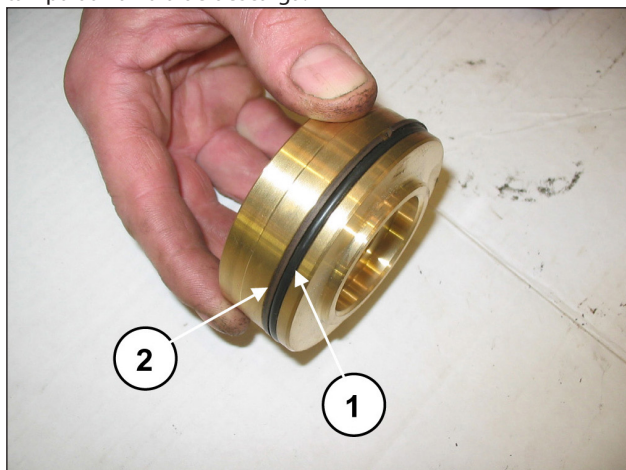

Fig. 125
Monte o O-ring, pos. de explosão nº 17 (pos. ①, Fig. 125) e o anel anti-extrusão, pos. de explosão nº 21 (pos. ②, Fig. 125) na tampa da válvula de descarga.